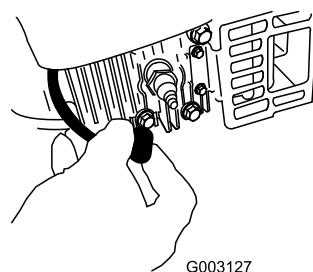

Figure 38
2. Débranchez la bougie (Figure 38) avant de procéder à un quelconque entretien.